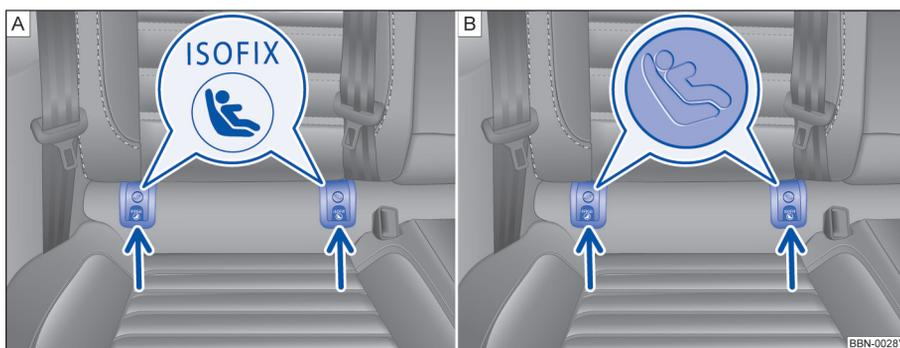

图 39 汽车座椅上的儿童座椅下部固定点标记。
- 沿箭头方向将儿童座椅插入固定环 → 图 39。直至听到儿童座椅的啮合声。
- 将儿童座椅置于车辆坐垫上，然后将连接带的挂钩挂到固定环上 → 图 39
后排外侧座椅配有两个 ISOFIX 固定环，与车身相连 → 图 39。